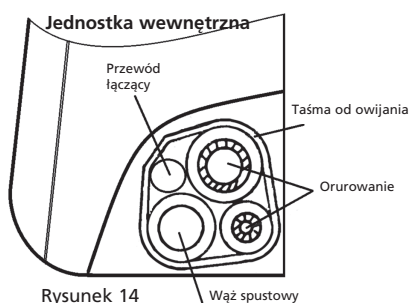

Rysunek 13
- Część wewnętrzna: Zamocować nakrętkę obrotową ręcznie do rury jednostki wewnętrznej i dokręcić nakrętkę kluczem płaskim i kluczem dynamometrycznym, jak pokazano na rys. 13.
- Część zewnętrzna: Zamocować nakrętkę obrotową ręcznie do złączki zaworu jednostki zewnętrznej i dokręcić nakrętkę kluczem płaskim i kluczem dynamometrycznym, jak pokazano na rys. 13.